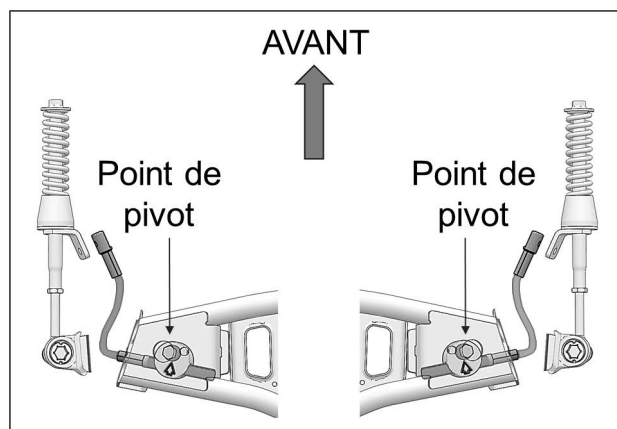

Fig. 36
19. À l'assemblage, assurez-vous que le point de pivot du disque en aluminium soit positionné en avant du câble du limiteur de conduite. Voir la Fig. 36